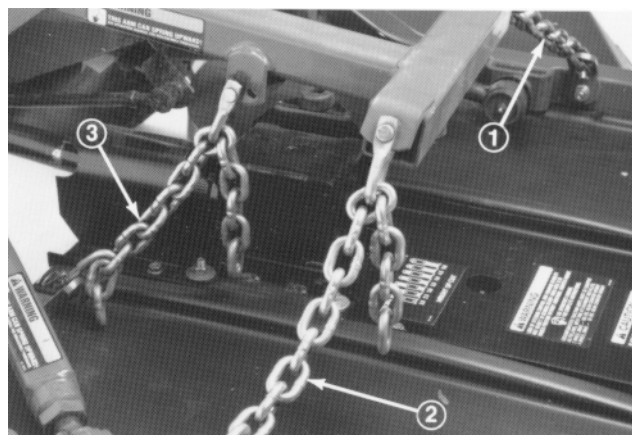

Bild 8
1. Befestigen Sie die Hubketten mit 6 Ketten, Kettenstiften (3/8 x 1-1/2 Zoll) und Splints (1/8 x 3/4 Zoll) am Hubarm und dem Mähwerk (Bild 8). Befestigen Sie die Ketten an den folgenden Gliedern, um sicherzustellen, dass das Mähwerk richtig angehoben wird.